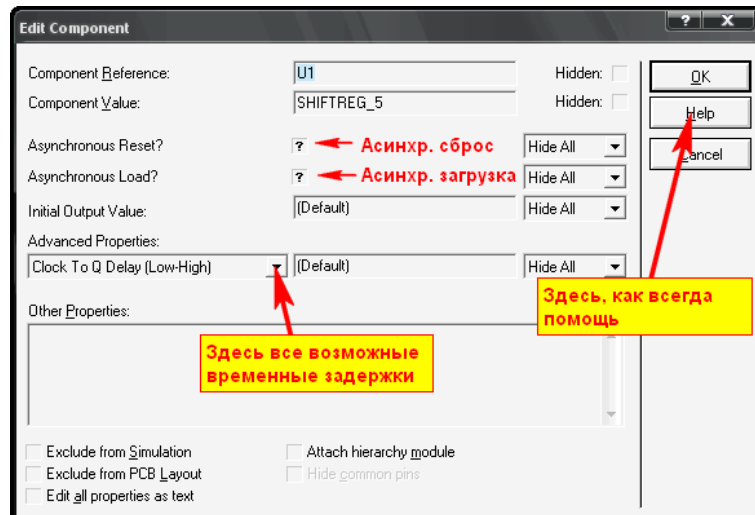

Рис. 107.
**RESET** – (**Data reset**) сброс данных. По умолчанию при лог. 1 на этом входе по переднему фронту CLK. Для асинхронного сброса только этим сигналом необходимо установить флажок в свойствах (Рис. 107).
**LOAD** – (**Data load**) сигнал параллельной загрузки со входов **D0...D4**. По умолчанию при лог. 1 на этом входе по переднему фронту CLK. Для асинхронной загрузки только этим сигналом необходимо установить флажок в свойствах (Рис. 107).
Теперь обратимся к окну свойств **SHIFTRREG** (Рис. 107). По сути, я уже почти все описал, пока рассматривал назначение выводов. Осталось указать, что **Initial Output Value (INIT)** определяет состояние триггеров регистра при старте симуляции. По умолчанию оно не определено, но если ввести в него десятичное значение, например 3, то при старте симуляции соответственно выходы (триггеры) **Q0** и **Q1** встанут в состояние лог.1. Фактически, у счетчиков было то же самое. Ну и